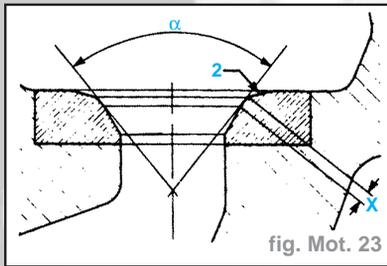

fig. Mot. 23
avec la fraise n° 230 côté 30°, réduire la largeur de cette portée en **2** grâce à la fraise n° 230 côté 45° (fig. Mot. 23).
- La rectification de la portée **X** s'effectue avec la fraise n° 230 côté 45°, réduire la largeur de cette portée en **2** grâce à la fraise n° 273 côté 60° (fig. Mot. 23).